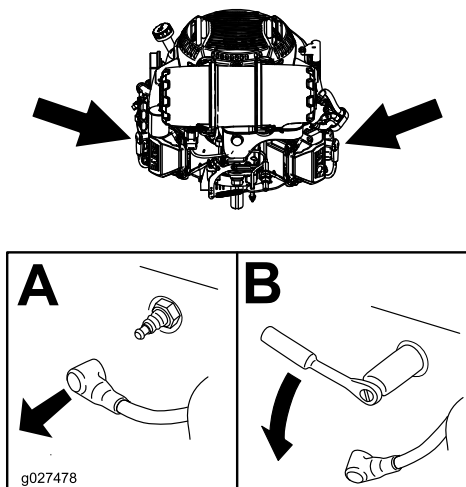

Figure 39
3. Localisez et déposez les bougies, comme montré à la Figure 39.